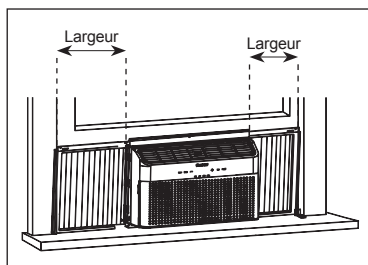

FIGURE 17
- 10** Une fois l'installation terminée, mesurez la largeur entre le boîtier extérieur du climatiseur et le cadre de la fenêtre, comme le montre la figure 17.